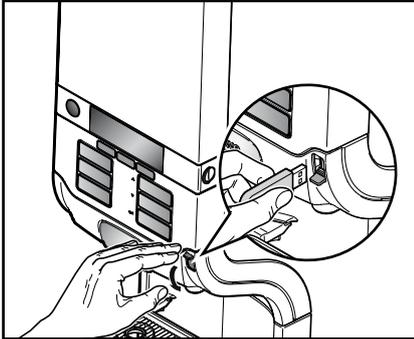

Abb. 51
- Stecken Sie den mitgelieferten USB-Schlüssel in den USB-Anschluss am Gerät. (Abb. 51)